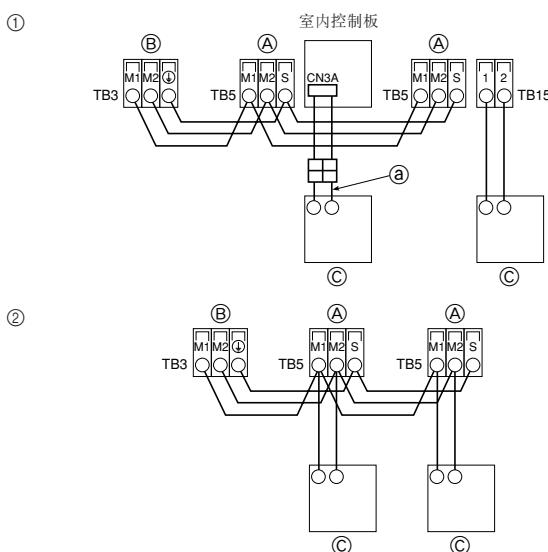

Fig. 7-2
7.2. 接驳遥控器、室内和室外传送电缆 (Fig. 7-2)